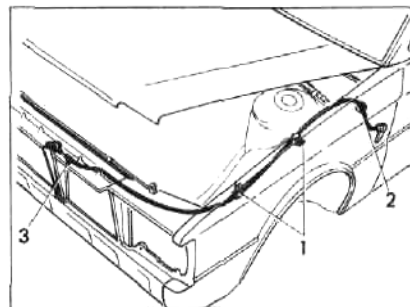

Рис. 12.15 Маршрутизация расцепного тросика замка капота (Глава 17)
- 4 Отцепите тросик из фиксаторов в отсеке двигателя (Рис. 12.15).